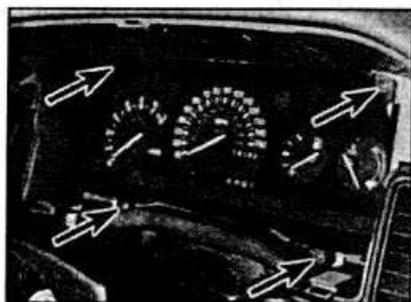

Рис. 12.51. Расположение винтов крепления комбинации приборов на моделях до 1996 года.
- Отвинтите 4 винта крепления комбинации приборов и извлеките комбинацию приборов из панели приборов. В задней части комбинации приборов отключите электрические разъемы и трос привода спидометра. Если в комбинации приборов установлен тахометр, не кладите комбинацию приборов на лицевую сторону, так как силиконовая жидкость может вытечь из тахометра (см. рис. 12.51, 12.52).